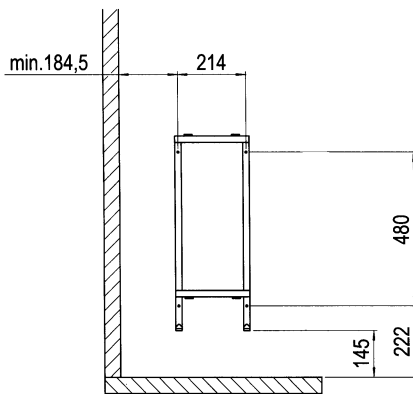

Fig.3
- Wandhalterung mit den vier beiliegenden Holzschrauben 5x35 unter Berücksichtigung der Mindestabstände an die Saunawand anschrauben (siehe Fig.3).